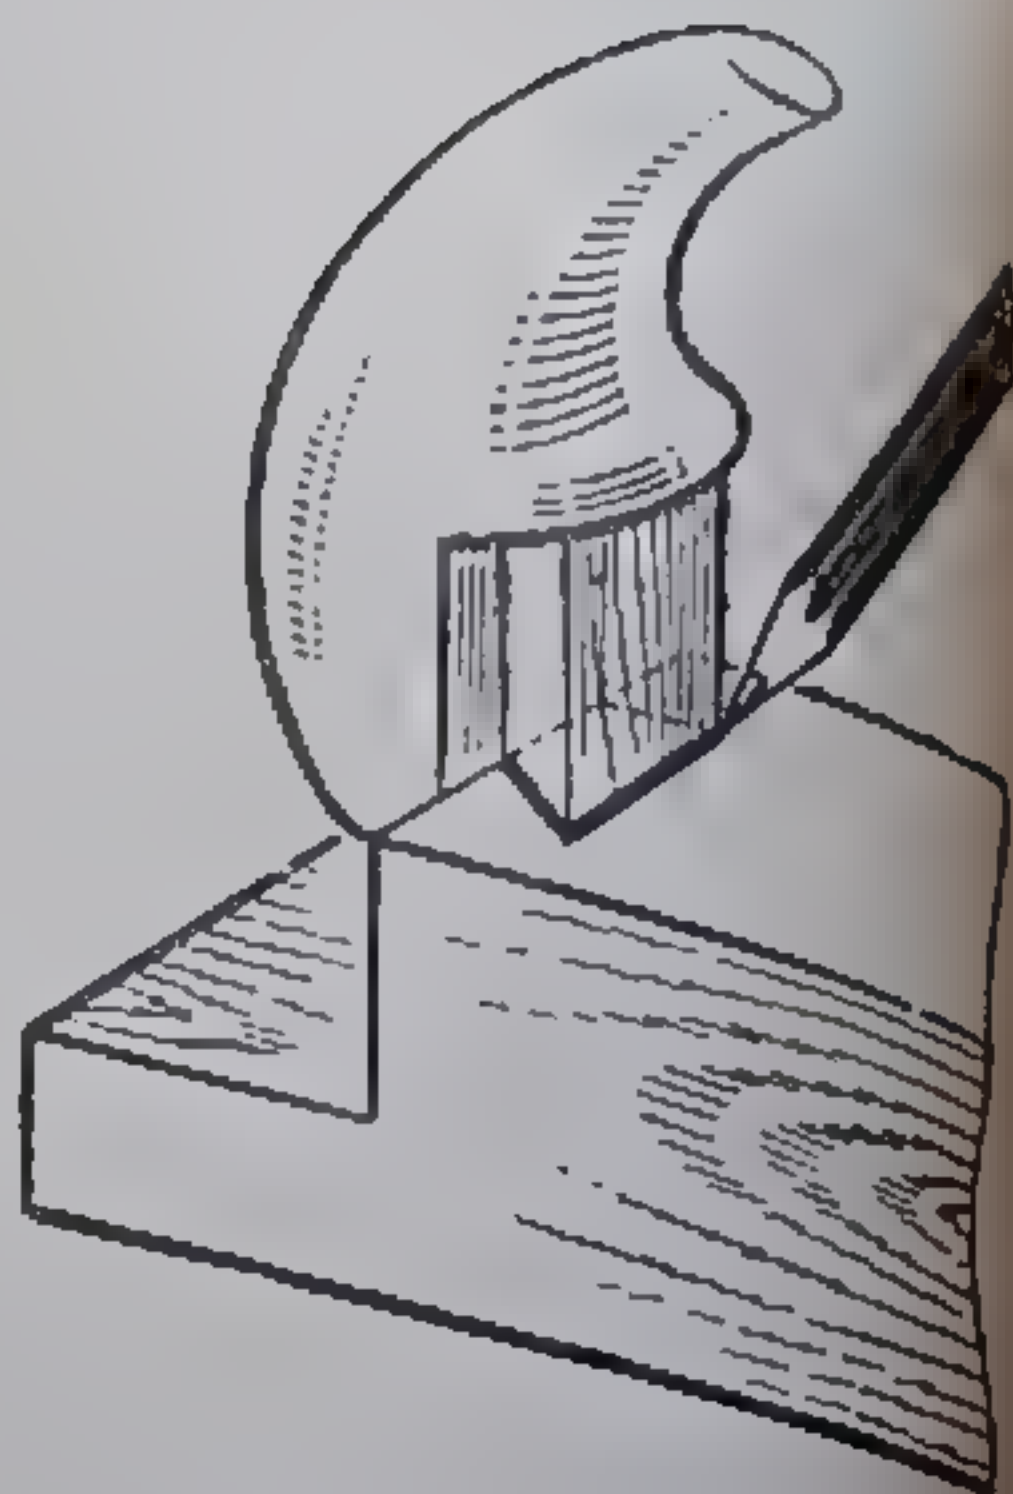

Рис. 143. Разметка паза по гребню
7. Разметить паз в колодке по гребню рожка (рис. 143).